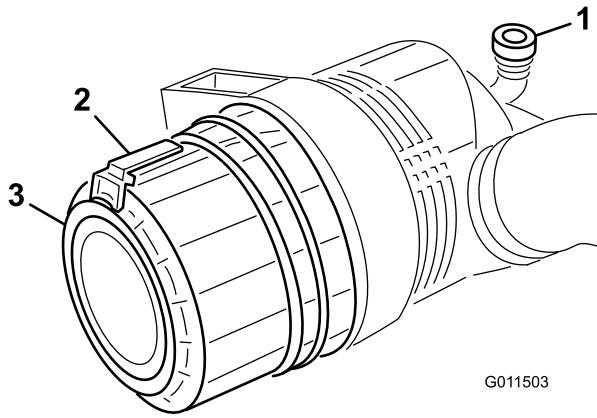

Figure 50
Faites l'entretien du filtre à air quand l'indicateur de colmatage (Figure 50) est rouge ou toutes les 400 heures (plus fréquemment si vous travaillez dans une atmosphère extrêmement poussiéreuse ou sale). N'effectuez pas l'entretien du filtre à air trop souvent.
- Tirez le verrou vers l'extérieur et tournez le couvercle du filtre à air dans le sens anti-horaire. Enlevez le couvercle du corps (Figure 50). Nettoyez l'intérieur du couvercle du filtre à air.
- Réarmez l'indicateur de colmatage (Figure 50) s'il est rouge.